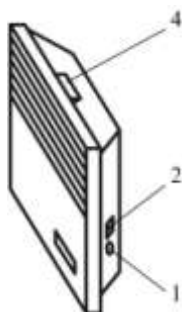

Рис.6 Розміщення органів керування конвекторів (IP20)
5.8 Переведіть клавішу вимикача (клавіші ступінчастого регулятора потужності) у відключене положення «0», ручку термостата встановіть в положення «\*» (сполучіть знак «\*» на ручці з міткою на корпусі конвектора або блоку керування). Конвектор готовий до роботи (розташування органів керування конвектором наведено на рис. 6,7).